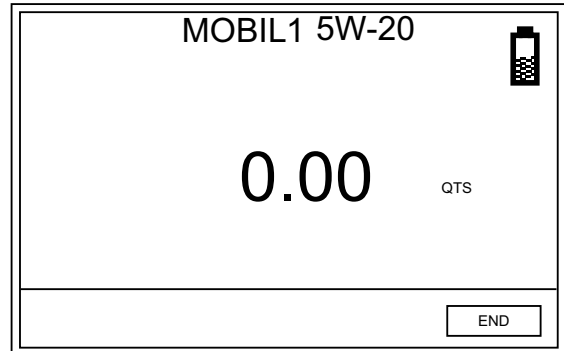

FIG. 31
4. Una volta terminata l'erogazione, premere il pulsante centrale ENTER sul tastierino del misuratore per selezionare END (FIG. 31).